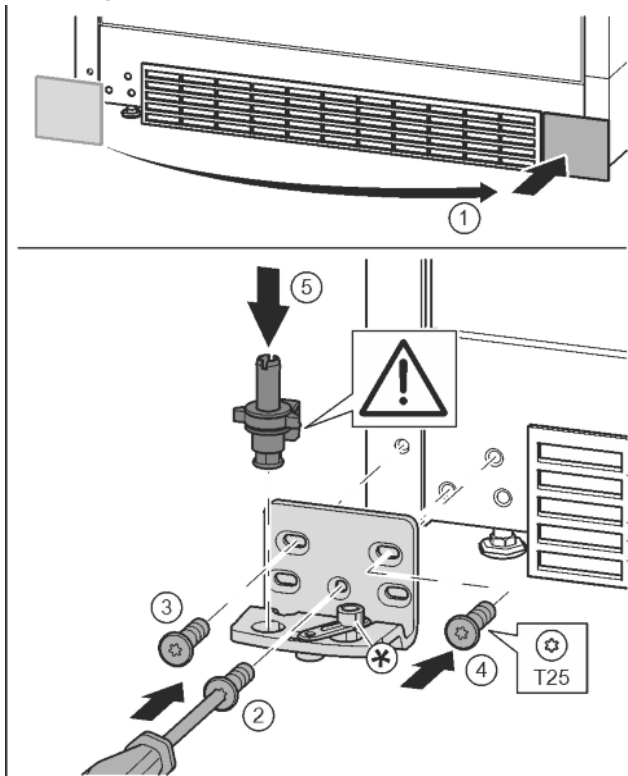

Fig. 15
- ▶ Снять крышку и поставить с другой стороны. Fig. 15 (1)
- ▶ Установить опорный кронштейн с другой стороны и прикрутить с помощью отвертки T25. Начинать с винта 2 в центре. Fig. 15 (2)
- ▶ Затянуть винты 3 и 4. Fig. 15 (3, 4)
- ▶ Снова установить опорный палец в сборе. При этом следить за тем, чтобы выступ фиксатора был направлен назад. Fig. 15 (5)